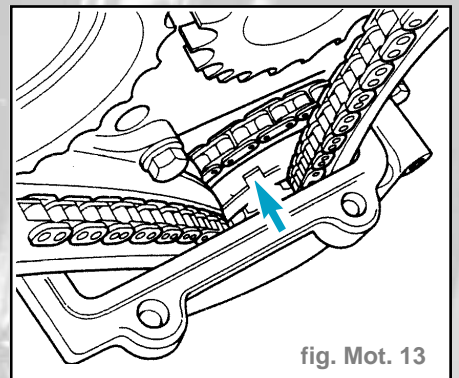

fig. Mot. 13
- Lorsque la position de PMH du cylindre 1 est correcte, une rainure est reconnaissable sur les pignons de chaîne de l'arbre intermédiaire (fig. Mot. 13).